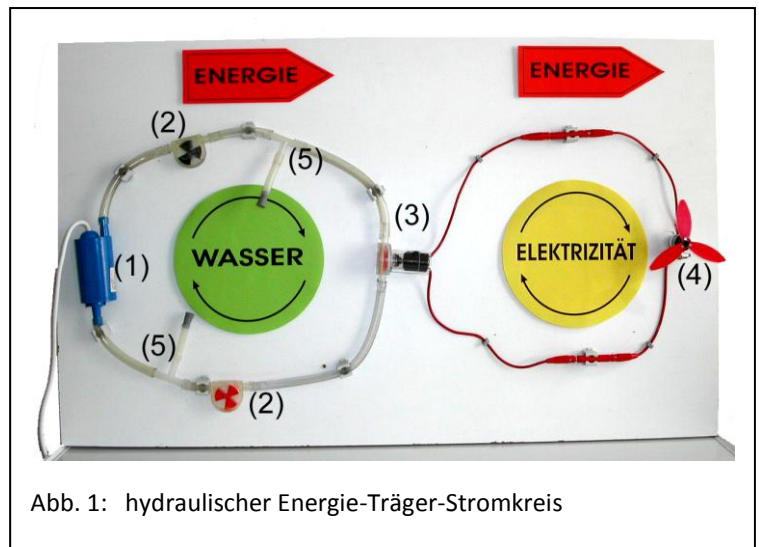

Abb. 1: hydraulischer Energie-Träger-Stromkreis
Beim vorhandenen Energie-Träger-Stromkreis (108.0700) wird der hydraulische Stromkreis (Pumpe, Wassergenerator, Schläuche) (Abb.1) entfernt und durch das Modul „chemischer Energie-Träger-Stromkreis“ (108.0705) ersetzt, das aus Elektrolyseur (1), Brennstoffzelle (2) und Schläuchen besteht. Die Bezeichnungen H_2 und O_2 auf Elektrolyseur und Brennstoffzelle müssen beim Anschließen der Schläuche beachtet werden. Dabei ist darauf zu achten, dass die Schläuche an keiner Stelle geknickt sind! Mithilfe des dritten Schlauchs wird der „chemische Stromkreis“
Voraussetzungen: Im Physikunterricht wurde ein allgemeiner Energiebegriff eingeführt: immer wenn sich etwas bewegt, wenn etwas geheizt wird, ... wird Energie benötigt, die Energie kommt immer irgendwo her, geht immer irgendwo hin. Außerdem wurden z.B. mithilfe des hydraulischen Energie-Träger-Stromkreises (Abb. 1) die Begriffe **Energie und Energieträger** differenziert und die zentralen Regeln formuliert: